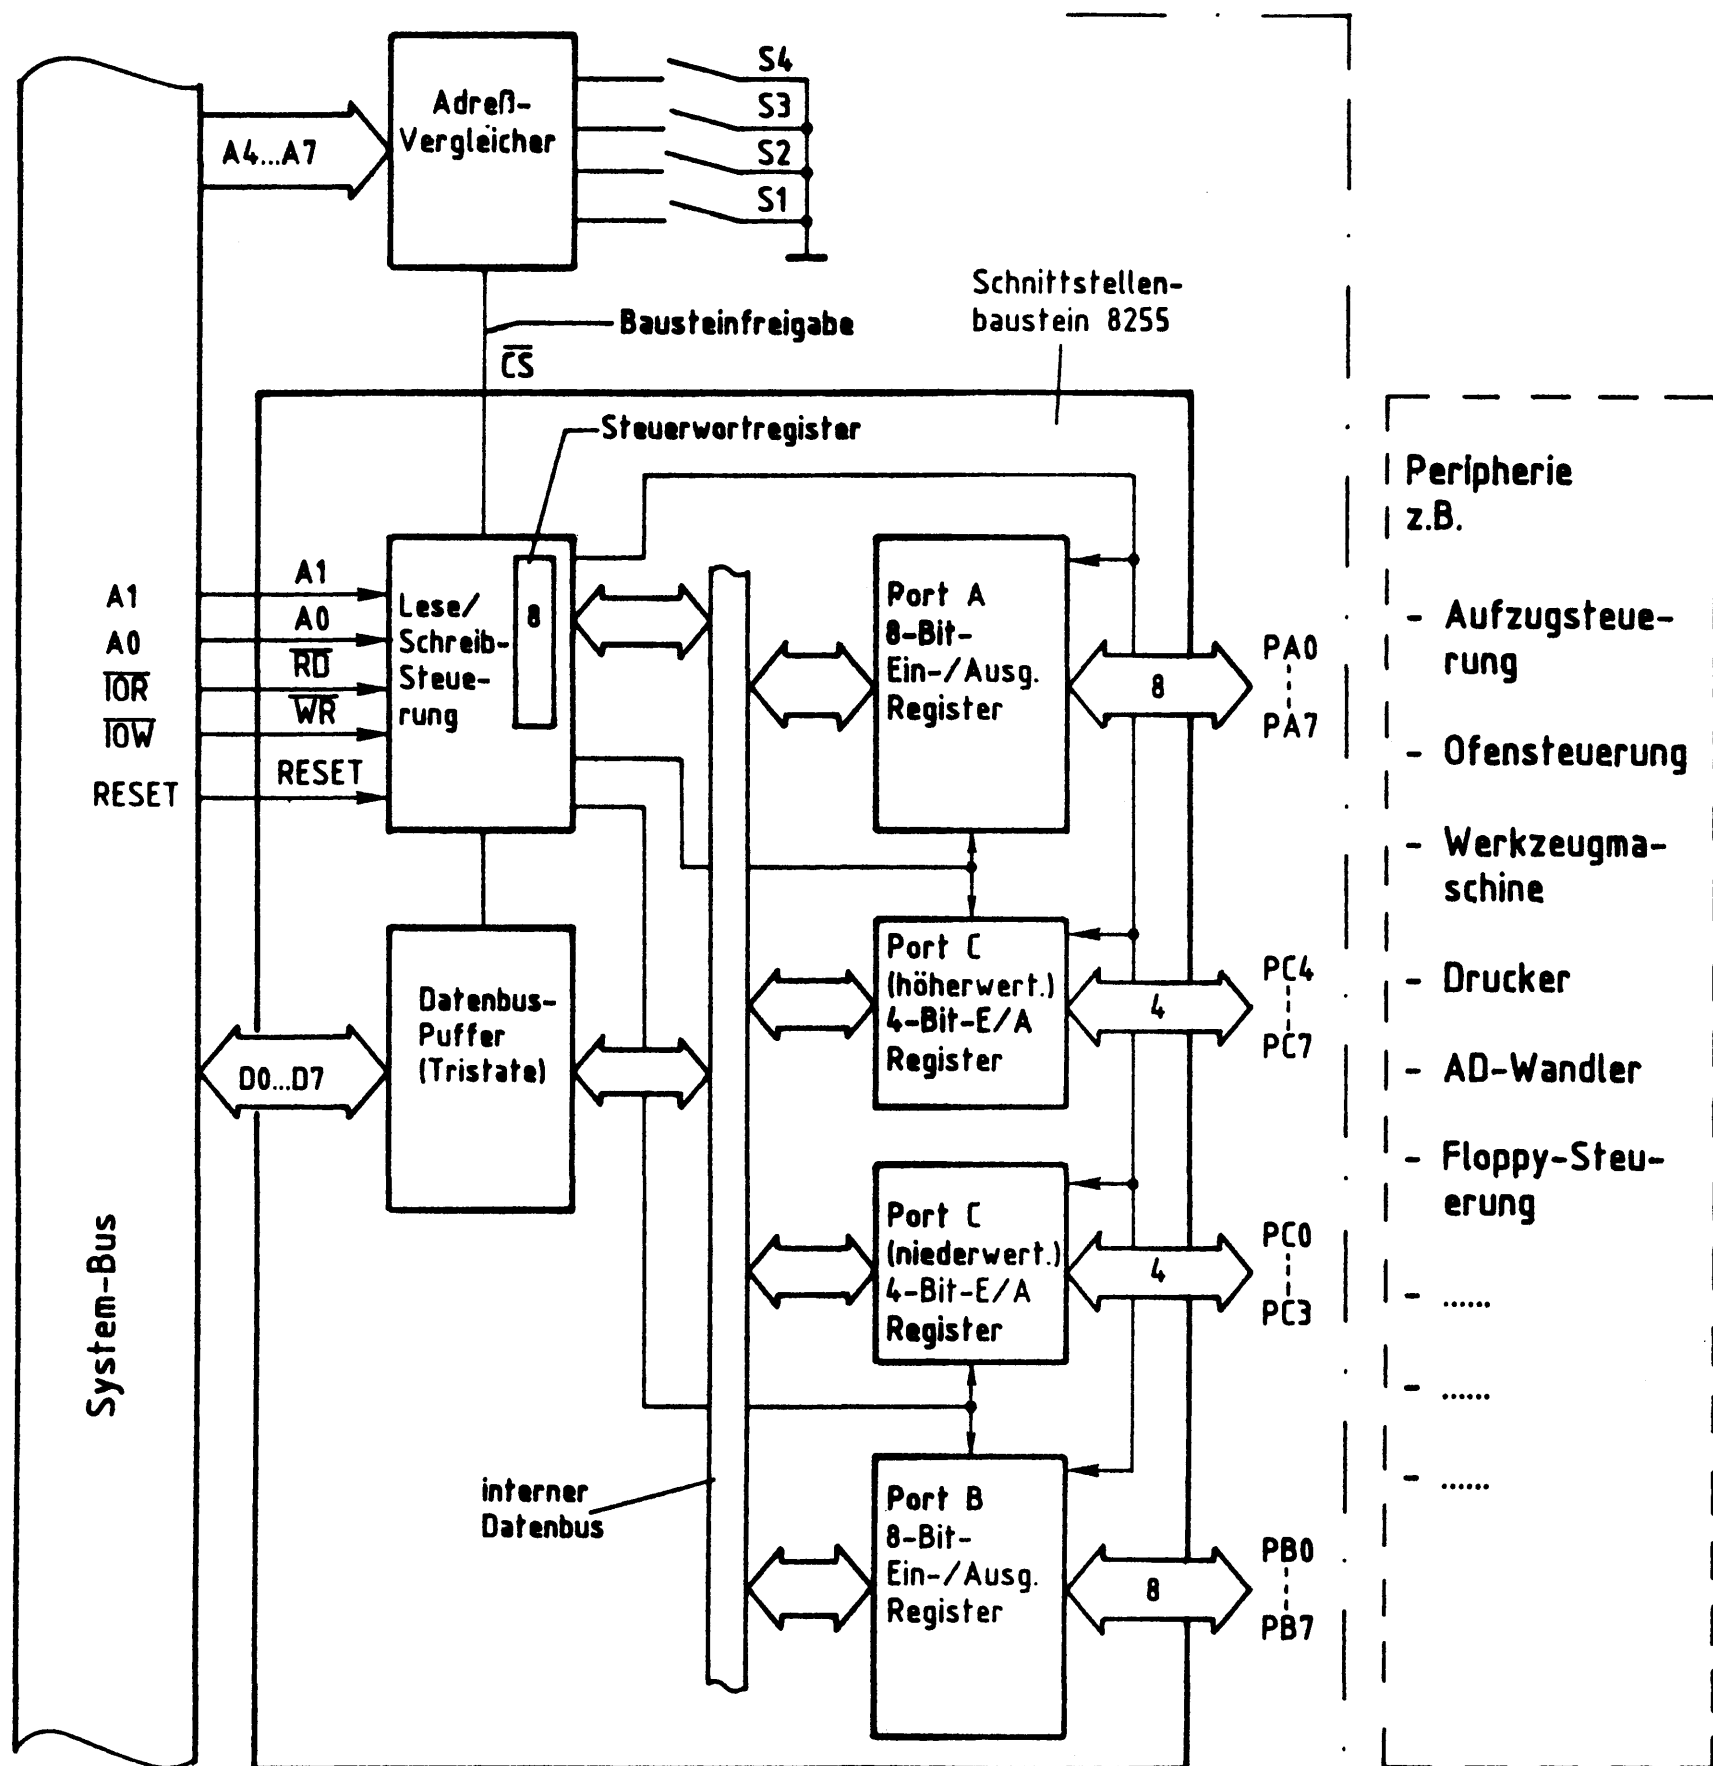

Bild 1: Blockschaltbild der "Programmierbaren Parallelschnittstelle"
Bild 1 zeigt das Blockschaltbild der Baugruppe "Programmierbare Parallelschnittstelle", die aus den Schaltungsteilen "Adreßvergleich" und "Programmierbarer Schnittstellenbaustein (8255)" besteht. Vor der Behandlung spezieller Einzelheiten wird zunächst die grundsätzliche Wirkungsweise der Baugruppe anhand dieses Blockschaltbildes erklärt.
Beim Lesen der einzelnen Eingabeports, beim Ausgeben von Daten über die Ausgabeports und beim Einschreiben von Steuerworten in das Steuerwort-Register muß dem Baustein 8255 über die Adreßanschlüsse A0 und A1 mitgeteilt werden, welcher der vier internen Blöcke (drei Ports und ein Steuerwort-Register, siehe Bild 1) am gewünschten Datenverkehr beteiligt sein soll. Bild 4 zeigt die Adressierung der Blöcke durch die Adreßleitungen A0 und A1.
Nachdem der Mikroprozessor die Adresse eines der drei Ports oder des Steuerwort-Registers ausgegeben hat, steuert er durch L-Pegel auf einer der beiden Steuerleitungen \overline{IOR} oder \overline{IOW} , ob er Daten aus dem Baustein lesen oder zum Baustein senden will. Die beiden Steuerleitungen sind mit den Bausteinanschlüssen \overline{RD} und \overline{WR} verbunden (Bild 1). Mit den Pegeln an diesen Eingängen wird innerhalb des Bausteins über die "Lese/Schreib-Steuerung" die Datenübertragungsrichtung gesteuert.
- Je ein 4-Bit-Kanal von Port C kann in Verbindung mit den Ports A und B verwendet werden (siehe auch Bild 1)